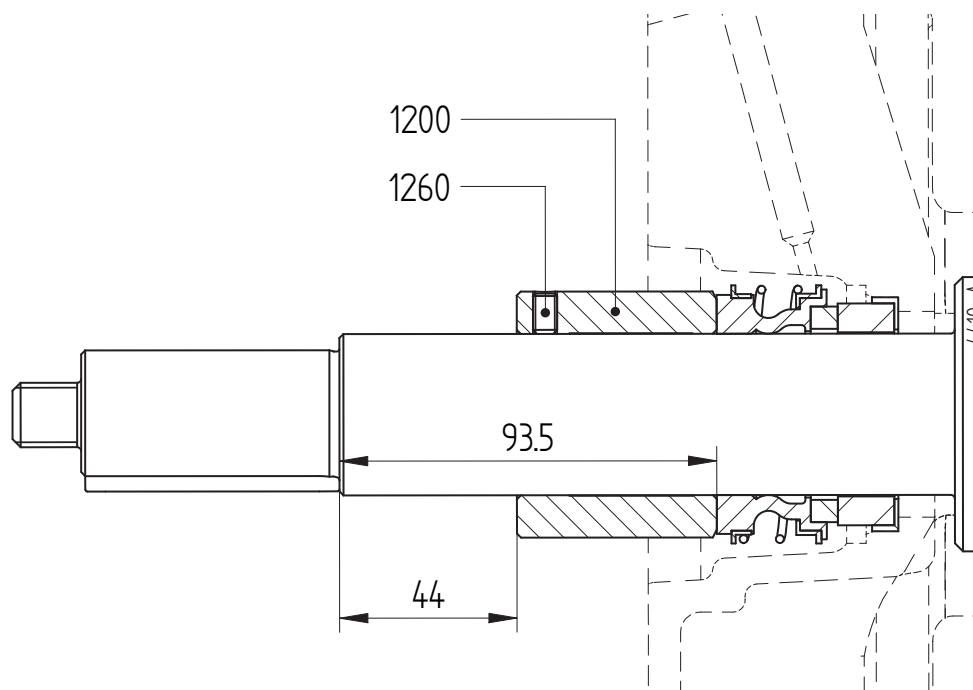

Figure 12: Ajustage de la garniture mécanique M1 des pompes de taille 200-160.
- 2 Posez le chemise d'arbre (1200) et réglez la distance jusqu'au collet de l'arbre sur 44 mm. Voir figure 12 de paragraphe 7.6.3 "Montage d'une garniture mécanique M1". Serrez les vis de réglage (1260).
- 2 Pompes de taille 200-160 uniquement : Desserrez les vis de réglage (1260). Voir figure 12.
- 7 Pompes de taille 200-160 uniquement : ajuster la distance entre la douille entretoise et le collet de l'arbre sur **44 mm**. Attachez la douille entretoise à l'aide de vis de réglage (1260). Voir figure 12.